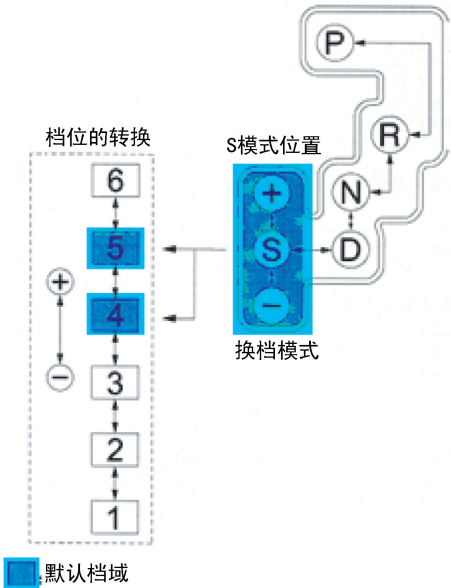

图 1-3-3 U660E 自动变速器换档模式
①驾驶人通过变速杆选择 S 模式。此时，根据车速，档位选择为 4 或 5 档（在人工智能换挡控制时，对当前档位进行控制的档位被作为最可用的档位显示出来）。然后，随着驾驶人向前（“+” 档位）或向后（“-” 档位）移动变速杆，档位每次变化一位。在此控制下，自动变速器电子控制单元（ECT ECU）在驾驶人所选的可用档位内实施最优化档位控制。对于普通自动变速器，当车辆停止时，档位换到 1 档。当变速杆处于 S 模式时，组合仪表上的 S 模式指示灯亮起。档位指示灯指示驾驶人所选的档位状态。换档模式如图 1-3-3 所示。